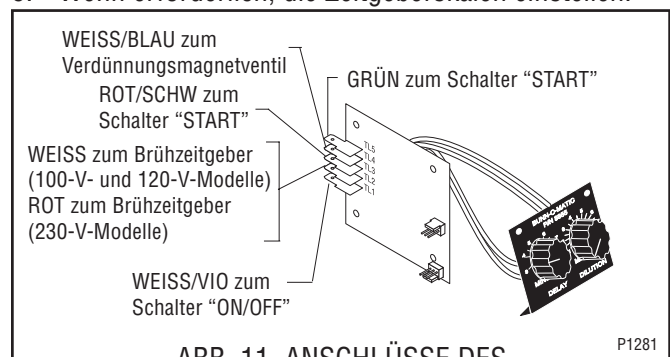

ABB. 11, ANSCHLÜSSE DES VERDÜNNUNGSZEITGEBERS
5. Siehe Abb. 11 für den Wiederanschluss der Drähte.